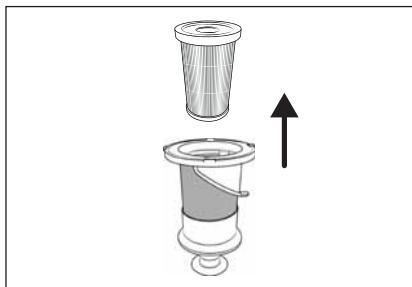

Fig. 21
- 4) Retirez le filtre EPA 5 du filtre en acier inoxydable 6, en saisissant l'ouverture du filtre EPA 5 et en le sortant du filtre en acier inoxydable 6 (voir fig. 21).